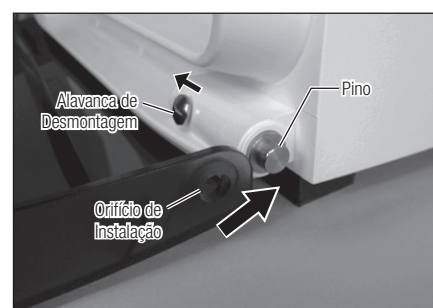

Fig. 24
- 2) Alinhe o outro orifício de instalação do lado direito da porta com o pino enquanto puxa a alavanca de desmontagem. Solte a alavanca de desmontagem. O som de "clique" indica que a porta está fixa (Fig. 24).